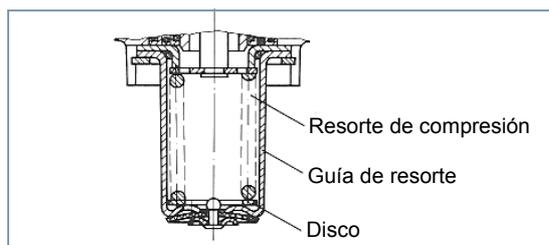

Fig. 8 Posición de la arandela
- Ajuste la presión P6 sobre una predominancia máx. de 1,1 bar gracias a las arandelas (ver fig. 8).